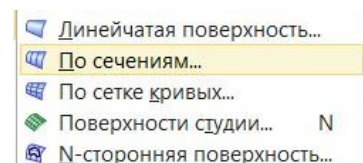

рис.43
- Второй способ гладкого перехода между разными поверхностями (рис.37) – команда из падающего меню «Вставить \ Поверхность по сетке кривых \ **По сечениям**» (рис.43).